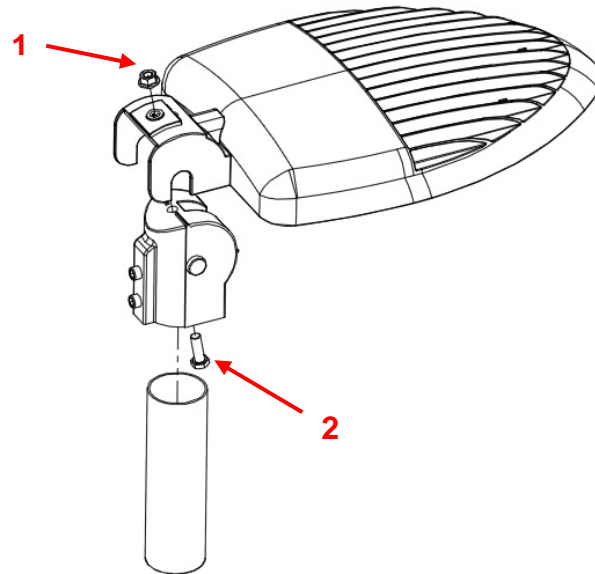
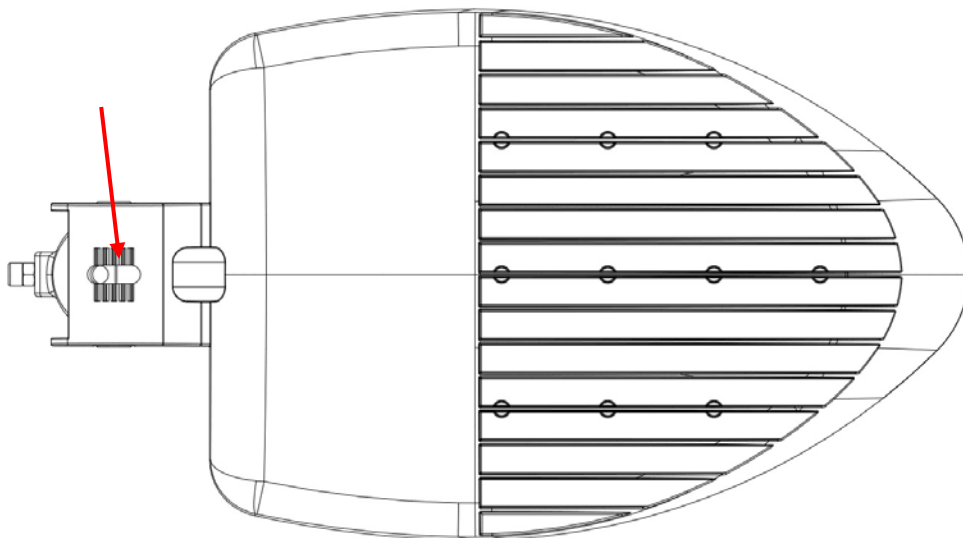

Fig. 5
Fig. 6
- 2) Flytt mastefeste fra horisontal til vertikal stilling som i fig. 5, sett på plass skruen (2) i ny posisjon men vent med å stramme mutter til armaturet er justert (tilt).
Remove the bracket from its seat and put in the position as shown in fig. 5
- 3) For begge montasjene (arm/mastetopp) kan armaturet tiltes opp til 20 grader i steg på 5 grader med spor for hver femte grad (fig. 6). Sett på plass mutter og skruer i ny posisjon (1 og 2 i fig 5)
In both ways of mounting, head pole or arm, it is possible to adjust the tilt of the lamp up to 20 °, in multiples of 5 °, (fig. 6) with respect to the horizontal plane.
To do this position the pole attack in one of 5 possible positions forced out of the groove shown in fig.6. Insert the nut 1 and screw 2 (fig. 5) taking care to fit it into place.